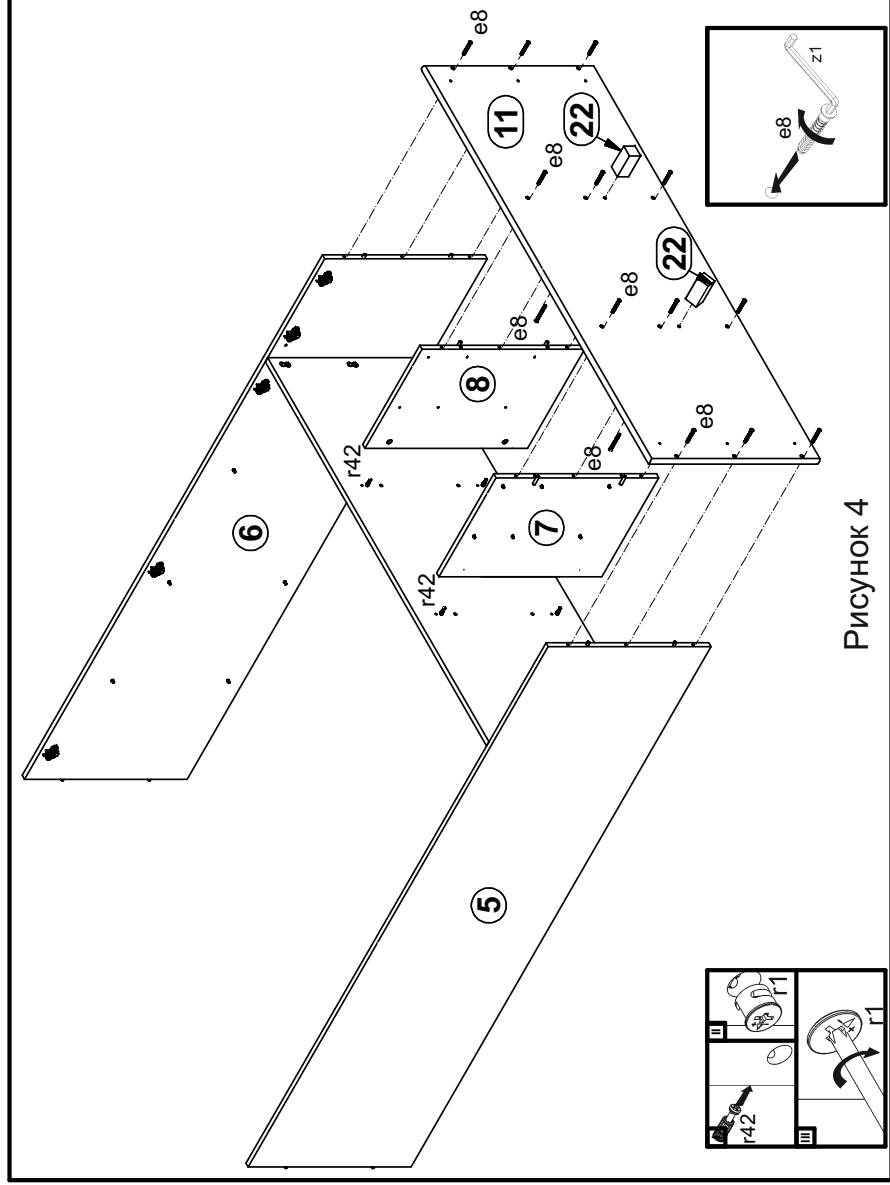

Рисунок 4
10. В отверстия $\varnothing 8$ мм на нижней поверхности щита нижнего **11** еврошурупами **e8** закрепить ноги опорные **22** (см. рис. 4).